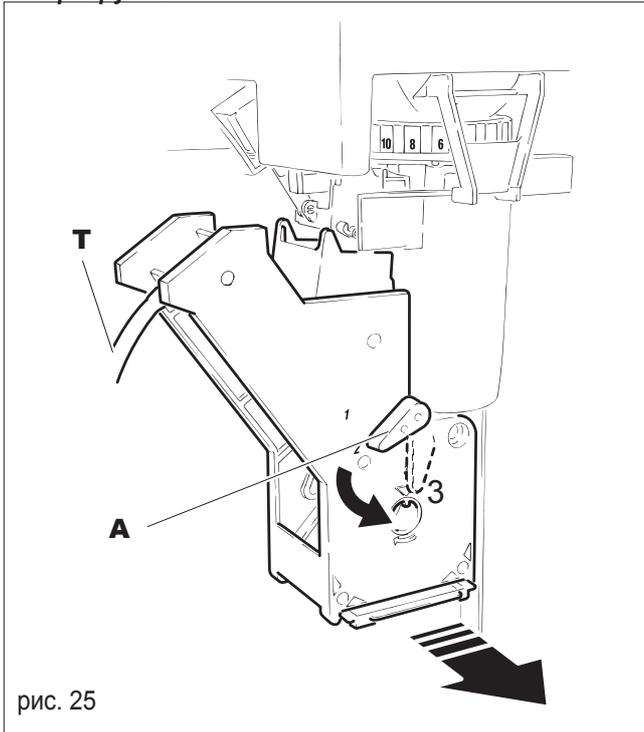

рис. 25
- Отсоедините трубку выдачи кофе (**Т**, рис. 25);
- Поверните рычаг ЦУ (**А**, рис. 25) в положение 3;